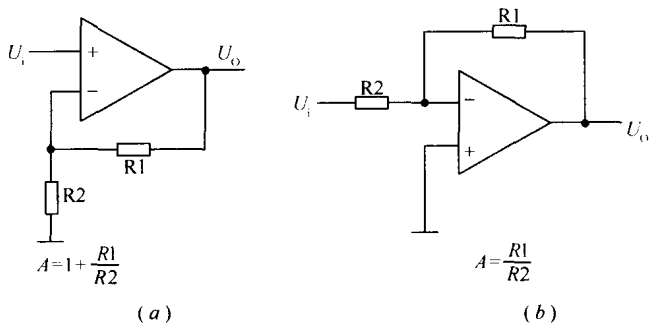

图 1-1-11 集成运算放大器
(3) 集成运算放大器如图 1-1-11 所示, 图 (a) 为同相放大电路, 图 (b) 为反相放大电路, 放大倍数取决于 $R1$ 与 $R2$ 的比值。